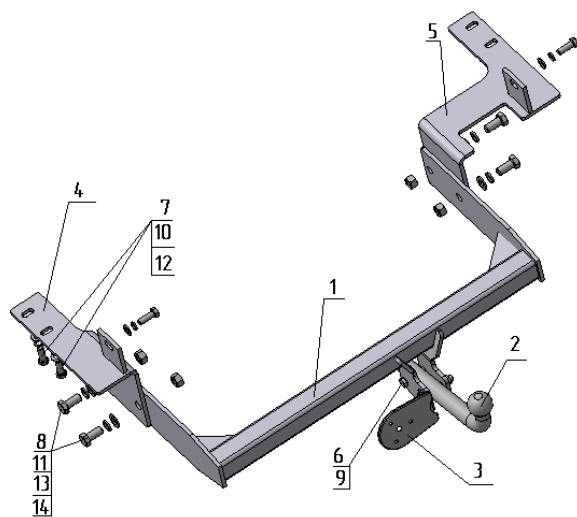

Рис. 1
- в соответствии с рис.1 закрепить кронштейны поз.4,5 крепежными элементами;
- в соответствии с рис.1 закрепить ТСУ на кронштейны поз.4,5;